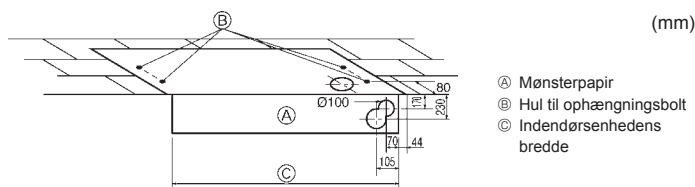

Fig. 3-3
3) Valg af placering af ophængningsbolte og rør (Fig. 3-3)